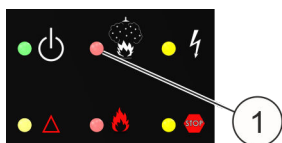

Fig. 21: LED "Impianto di estinzione azionato"
31. ► Controllare se il LED "Impianto di estinzione azionato" (Fig. 21/1) non è acceso.